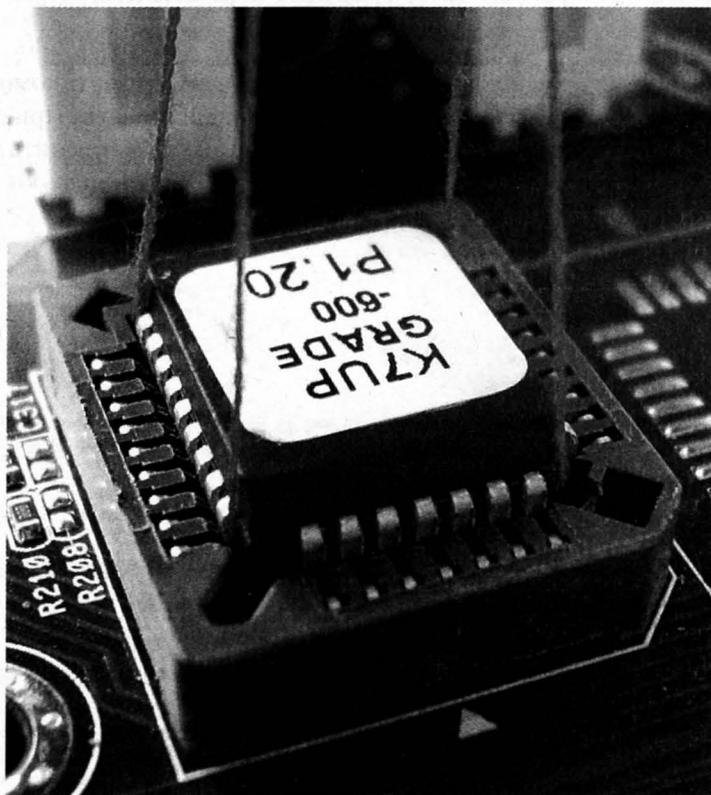

Рис. 16.2. Микросхема BIOS, обвязанная нитками
3. Извлеките микросхему BIOS из панели и подготовьтесь к установке исправной микросхемы, предварительно обвязав ее тонкими, но прочными нитками (рис. 16.2). Они не должны обрываться и соскальзывать при извлечении микросхемы. Неплотно установите микросхему в панель, но так, чтобы контакт был надежным, и с помощью ниток попробуйте ее извлечь. Потренируйтесь несколько раз, пока не извлечете микросхему быстро и надежно без перекосов и соскальзывания.